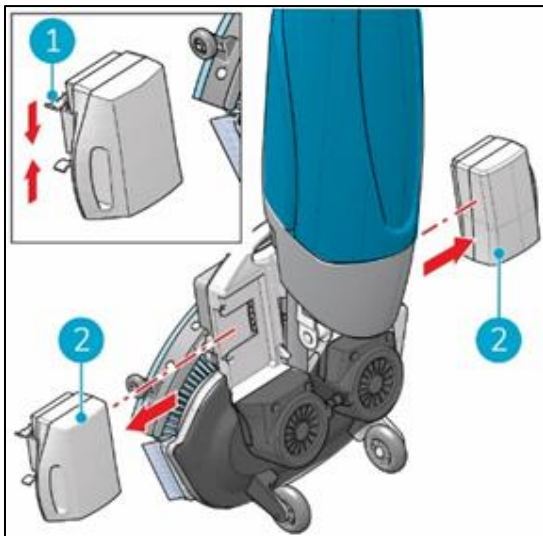

Figure 32
3. Poussez l'agrafe de retenue vers l'intérieur (figure 32, pos. 1). La batterie se soulève de son ancrage. Retirez la batterie (figure 32, pos. 2).